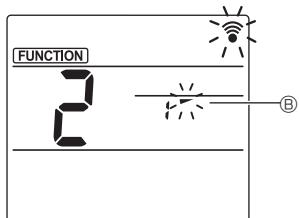

Fig. 3-3
- ③ Indstilling af ventilatorvingevinkel (Fig. 3-3)